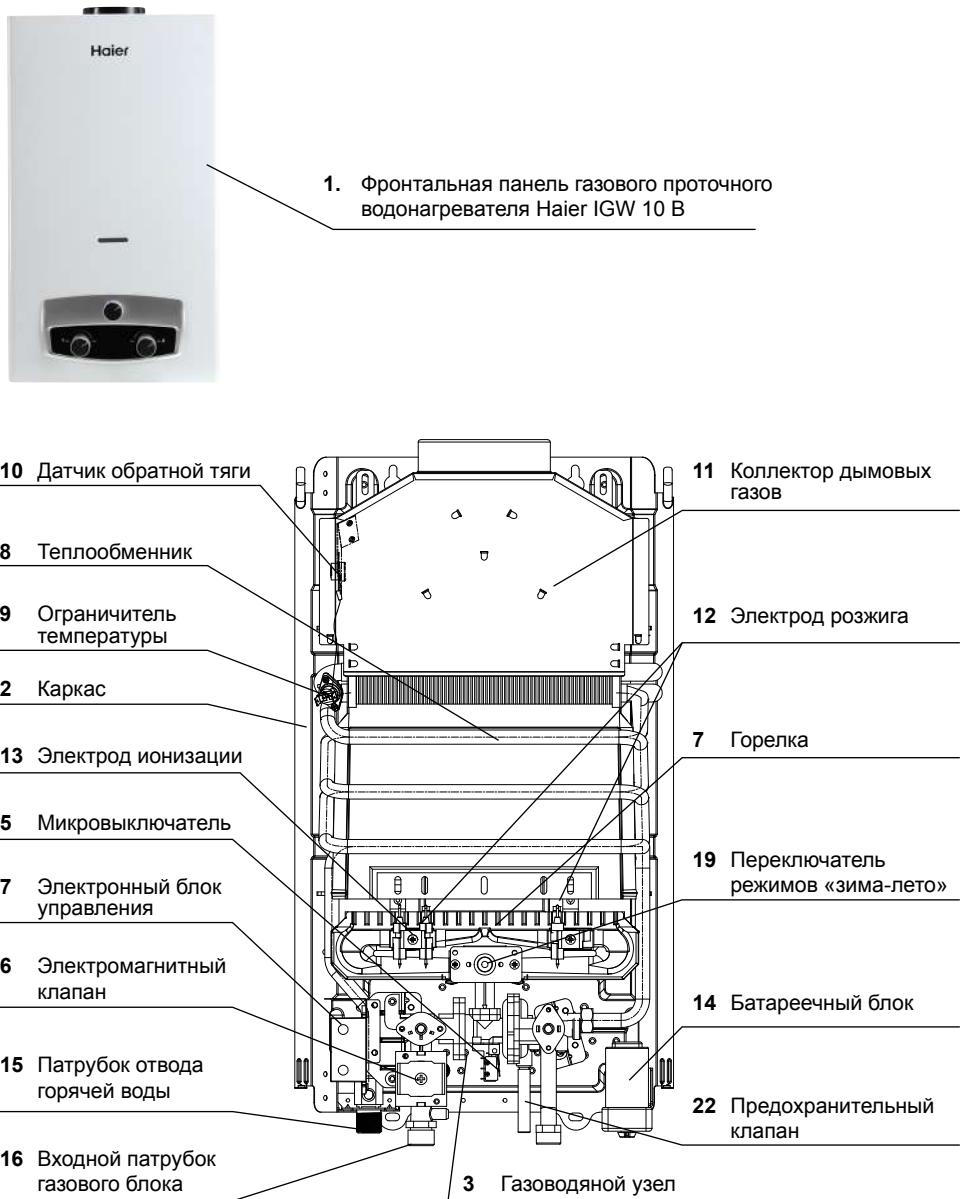

Рис. 1
Составные части изделия, поясняющие принцип устройства аппарата и требующие технического обслуживания во время эксплуатации, показаны на рис. 1.
**2.7.1** Газовый проточный водонагреватель настенного типа имеет прямоугольную форму, образуемую съемной облицовкой **1**, установленной на каркасе **2** (см. рис. 1).
**Газоводяная арматура 3** (см. рис.1) предназначен для включения аппарата и обеспечения регулирования температуры воды и расхода газа. Узел состоит из двух регуляторов: водяного и газового. Конструкция регулятора водяного обеспечивает доступ газа к основной горелке только при наличии протока воды, одновременно обеспечивая срабатывание электромагнитного клапана **6** (см. рис. 1).